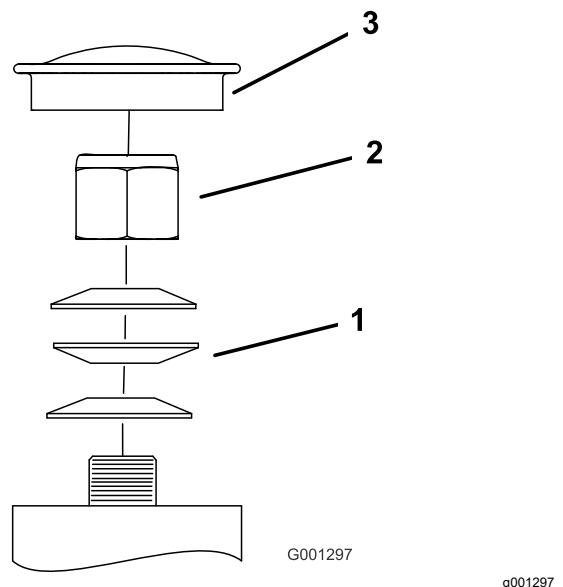

Figure 60
3. Déposez le capuchon protecteur de la roue pivotante et serrez le contre-écrou (Figure 60).
4. Continuez de serrer le contre-écrou jusqu'à ce que les rondelles élastiques soient aplatis, puis desserrez-le d'un quart de tour pour obtenir la précharge correcte des roulements (Figure 60).
Important: Veillez à placer les rondelles élastiques correctement, comme montré à la Figure 60.
5. Reposez le capuchon protecteur (Figure 60).